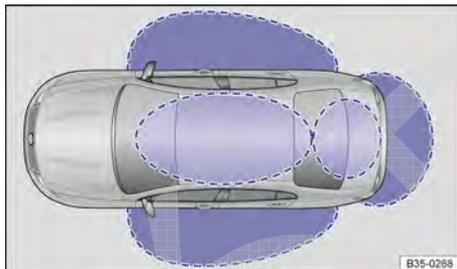

Fig. 55 Sistema de travamento e de partida Keyless Access sem chave: áreas de aproximação.
Keyless Access é um sistema de travamento e de partida sem chave, com o qual o veículo pode ser destravado e travado sem o uso efetivo da chave do veículo. Para isso, é preciso haver apenas uma chave do veículo válida na área de aproximação do veículo → Fig. 55. Ao tocar nas superfícies do sensor nas maçanetas das portas dianteiras → Fig. 56 ou ao acionar o logo Volkswagen na
Se houver uma chave do veículo válida em uma área de aproximação → Fig. 55 **A**, o sistema de travamento e de partida sem chave Keyless Access fornecerá uma autorização de acesso para ela. Em seguida, são possíveis as seguintes funções sem o uso efetivo da chave do veículo:
- *Easy Open*: abrir a tampa do compartimento de bagagem com um movimento do pé embaixo do para-choque traseiro → Fig. 55.
Quando o veículo está travado e uma chave do veículo válida se encontra na área de aproximação → Fig. 55 da tampa do compartimento de bagagem, esta destrava automaticamente ao ser aberta por meio da maçaneta.